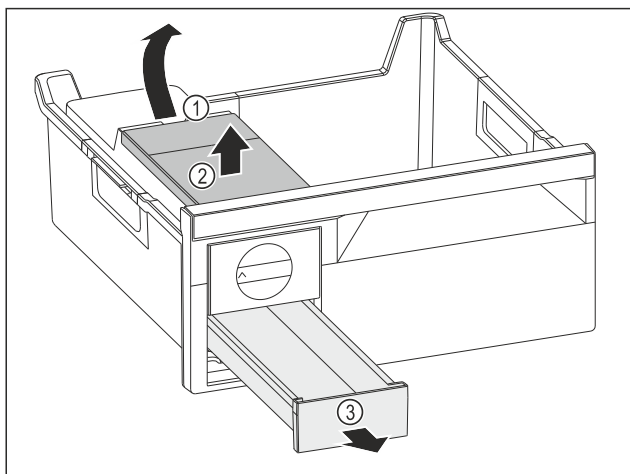

Fig. 88
- Вийняти бак для води: підняти бак для води за заглиблення Fig. 88 (1).
- Вийняти бак для води Fig. 88 (2) рухом вгору.
- Вийняти висувний ящик для кубиків льоду Fig. 88 (3) рухом вперед.